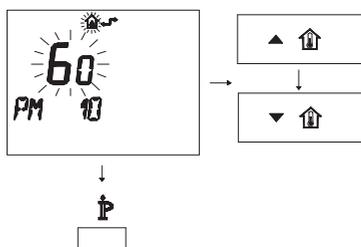

Figura 5.59
- Per modificare il SET programmato agire sui pulsanti **▲** o **▼** e aspettare che il numero programmato cominci a lampeggiare (Figura 5.59).